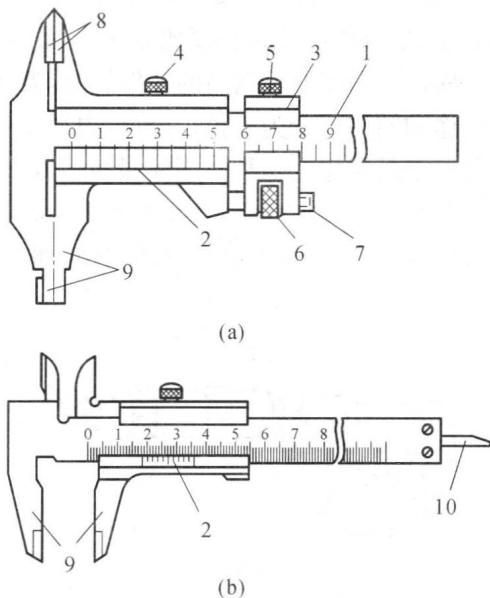

图 1-4 游标卡尺
1) 多功能游标卡尺结构 如图 1-4 所示为多功能游标卡尺的结构形式。图 1-4a 为可微量调节的游标卡尺,主要由尺身 1 和游标 2 组成,3 是辅助游标。图 1-4b 是带深度尺的游标卡尺,结构简